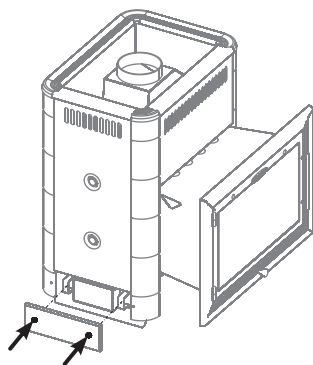

Рисунок 14. Установка заглушки на другой стороне топки.
4. Закрепите заглушку к скобам имеющимися саморезами (см. рисунок 14)